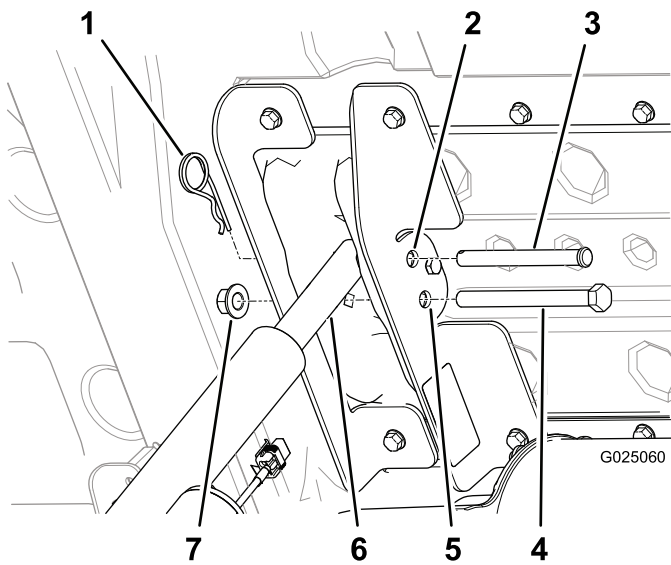

図 12
- 荷台昇降スイッチの上側パドルを押して昇降アクチュエータのロッドを伸ばし、ロッドの穴が内側・外側荷台ブラケットのそれぞれの穴に揃ったところで止める 図 12。
- 2つの昇降ブラケットの間に昇降アクチュエータのロッドを固定するクレビスピン3-1/2インチとヘアピンを使用する 図 12。
8. 内側・外側の荷台ブラケットの残っている穴 12.7 mm に六角ヘッドボルト 1/2 x 5-1/2 インチを通し 図 12、ナット 1/2 インチで軽く止めつける。